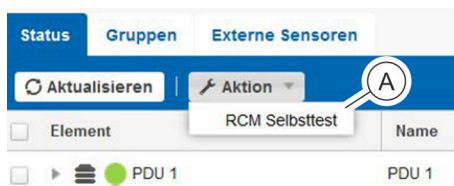

Abb. 146: Menü "Status"
3. Über „Aktion → RCM Selbsttest“ (Abb. 146/A) den RCM-Selbsttest anwählen.